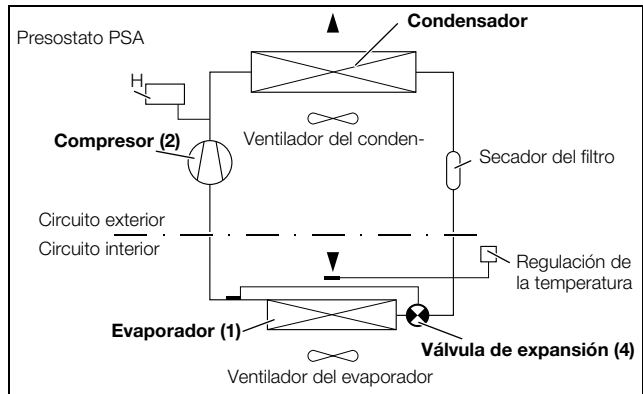

Fig. 2: Circuito de refrigeración
El refrigerador (instalación frigorífica de compresión) consta de cuatro componentes básicos (ver imagen 2): Evaporador (1), compresor del medio refrigerante (2), condensador (3), así como válvula de regulación o de expansión (4), unidos entre sí por medio de tuberías. Este circuito contiene un agente ligeramente hirviendo, el fluido frigorífico. La capacidad de destrucción de la capa de ozono (ODP) del refrigerante es 0. Por lo tanto es respetuoso con el medio ambiente. Un filtro secador (5) integrado en el circuito del fluido frigorífico herméticamente cerrado, ofrece una protección eficaz contra la humedad, el ácido, partículas de suciedad y cuerpos extraños en el interior del circuito.